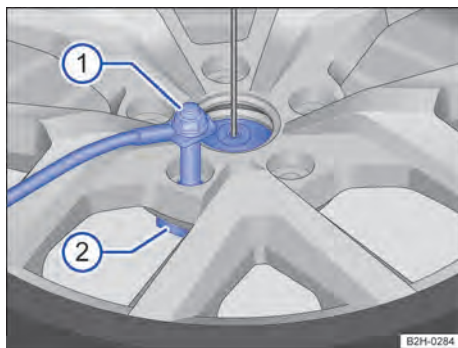

Fig. 178 Desaparafusar o parafuso de segurança com a chave de roda.
- Remover o parafuso de segurança → Fig. 178 ① do suporte do aro com ajuda da chave de roda das ferramentas de bordo → Página 285 no sentido anti-horário ②. <